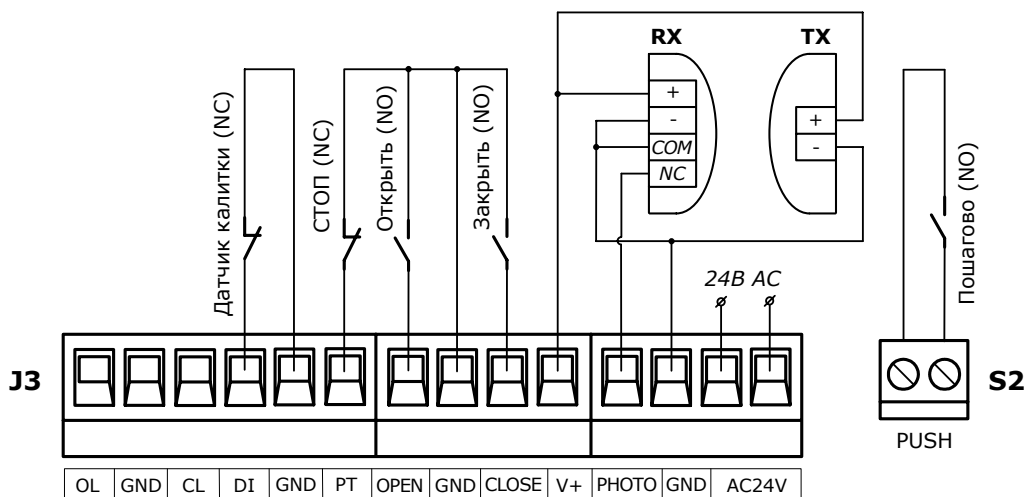

Рис. 8. Электрические подключения дополнительных устройств к блоку управления
Для управления открытием и закрытием ворот к модулю управления подключаются устройства с «нормально-открытым контактом» (Рис. 8): кнопки, выключатели и т.п. Управление от устройств подключенных к клеммам «OPEN» и «GND» осуществляется в последовательности «Открыть - Стоп - Открыть - Стоп...». Управление от устройств подключенных к клеммам «CLOSE» и «GND» осуществляется в последовательности «Закреть - Стоп - Закреть - Стоп...». Если для управления открытием или закрытием установлено несколько устройств, то они должны быть подключены параллельно.
Для немедленной остановки ворот при открытии или при открытии и закрытии к блоку управления привода могут быть подключены устройства с «нормально-закрытым контактом» (Рис. 8): датчик калитки и т.п. Подключение устройств безопасности при открытии необходимо производить к клеммам «PT» и «GND». Подключение устройств безопасности при закрытии необходимо производить к клеммам «DI» и «GND». Если в приводе установлено несколько устройств для немедленной остановки ворот, то они должны быть подключены последовательно.
К электронному модулю привода могут подключаться другие устройства, отличные от вышеуказанных, например, универсальный приемник радиоуправления и др. Данные устройства могут быть подключены к клеммам «AC24V» (Рис. 8), номинальное напряжение на которых 24В переменного тока. Максимальное значение тока для всех подключенных к клеммам «AC24V» устройств не должно превышать 200мА.
<p>Ручной режим работы</p> <p>При включенном DIP-2 (ON) закрытие ворот осуществляется только при нажатии и удержании устройств управления. Команды от пультов радиоуправления и устройств, подключенных к разъему «PUSH» (Рис. 8), игнорируются.</p> <p>Заводская настройка DIP-2 - OFF.</p>	<p style="text-align: center;">ON</p>  <p style="text-align: center;">OFF</p>